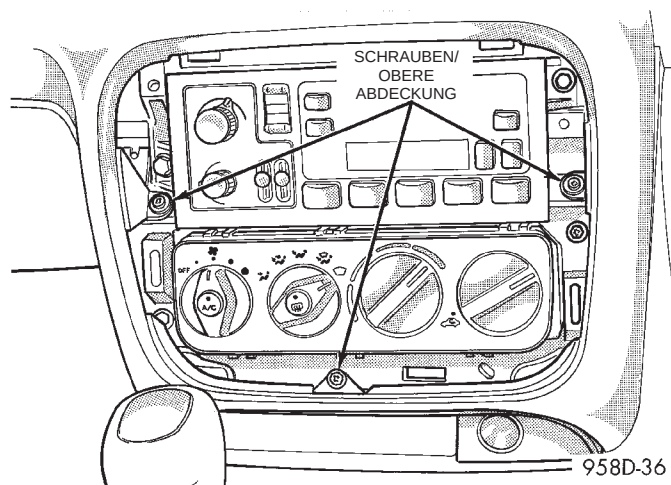

**Abb. 6 Schrauben der oberen Abdeckung/Instrumententafel**
(6) Die drei Schrauben lösen, mit denen die obere Abdeckung der Instrumententafel befestigt ist (Abb. 6).